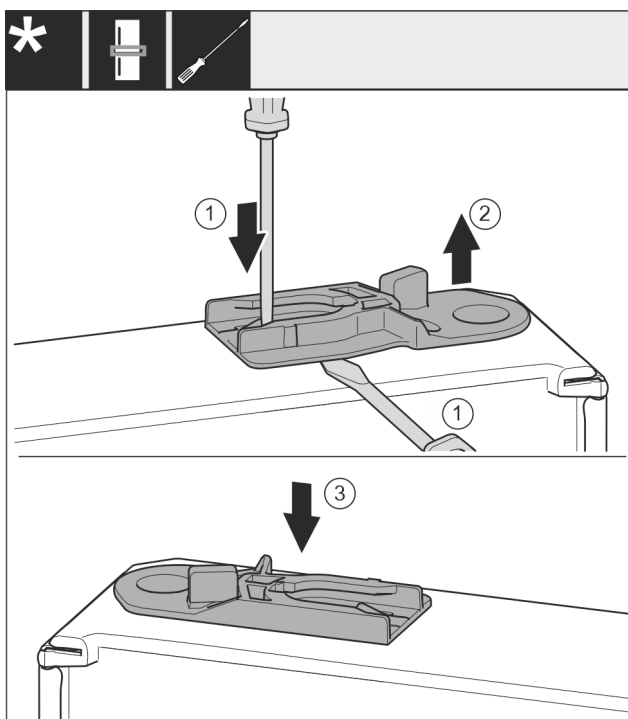

Fig. 26
- Vytáhněte vodící pouzdro: Stiskněte jazyček Fig. 26 (1) šroubovákem a současně plochým šroubovákem zajedte pod vodící pouzdro Fig. 26 (2).
- Vodící pouzdro Fig. 26 (3) přiložené v příslušenství zasuněte na druhé straně pláště.